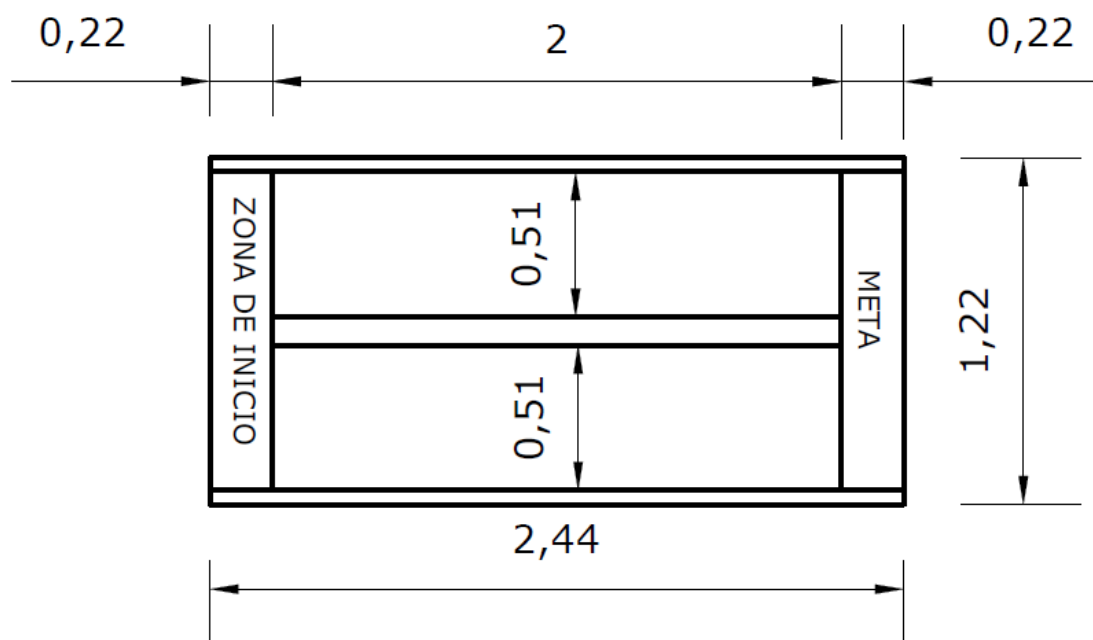

Imagen 1.0 Pista de competencia.
- La pista de competencia será una hoja de mdf de 1.22m x 2.44m, la cual estará dividida en dos carriles. Se distinguirá en ella las áreas: Salida y Meta; la pared divisora de carriles tendrá una altura de 15cm (Imagen 1.0).